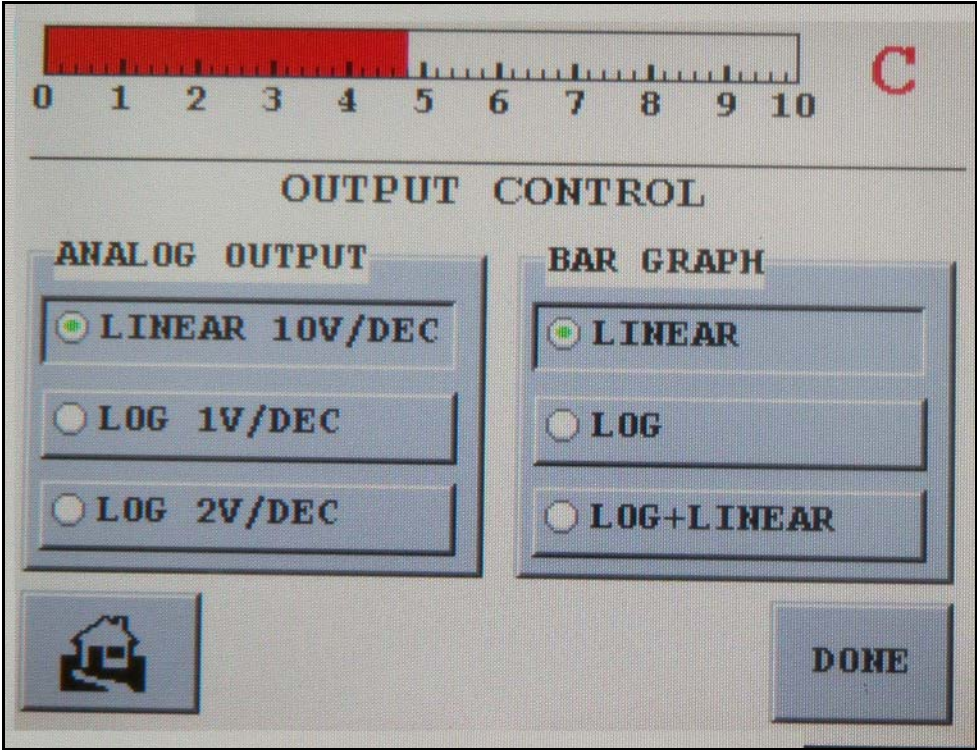

图 2-19 输出控制屏幕
- 轻触 **Output Control**，出现“输出控制”屏幕（图 2-19）。